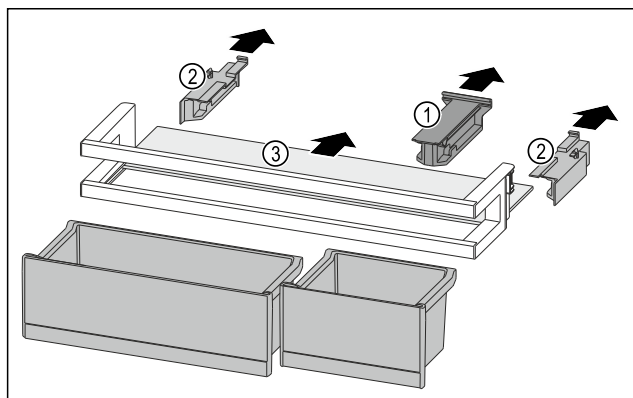

Fig. 116
- Estrarre l'elemento di tenuta Fig. 116 (1).
- Togliere gli elementi laterali Fig. 116 (2).
- Rimuovere il ripiano Fig. 116 (3).